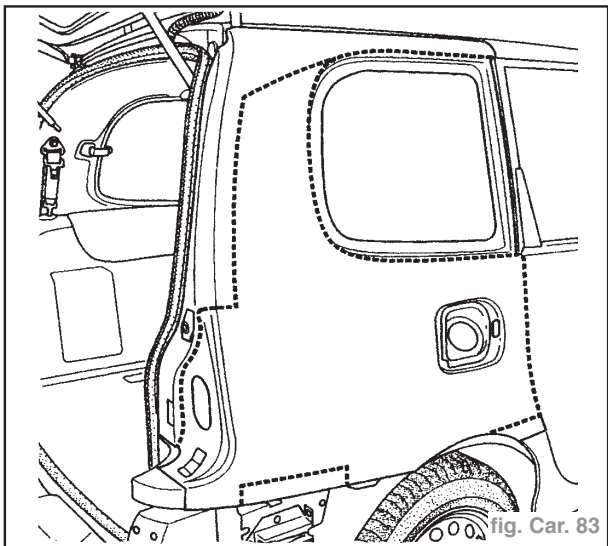

fig. Car. 83
- Découper l'aile suivant le dessin pointillé (fig. Car. 83).